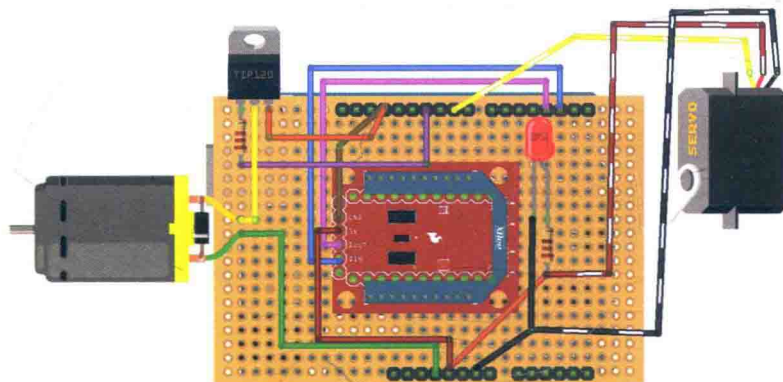

图 11.16 接下来，连接伺服机构
- f. 加入伺服机构。黄白条纹线（见图 11.16）是数据线，连接到 Arduino 的第 9 引脚。其他两根线（红和黑条纹）分别连接到 5V 和地线。你通常会遇到线端有插头的伺服机构。如果是这种情况，可以焊接公型排针引脚，将其插入伺服机构中。